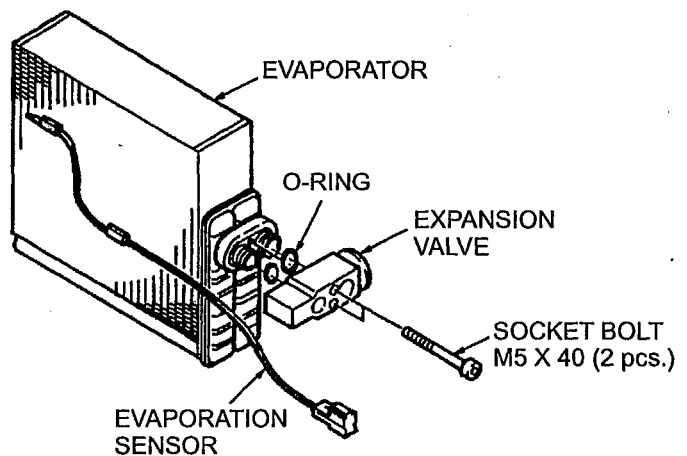

Fig. 8 Evaporator
#### (1) Evaporator (See Fig.8.)